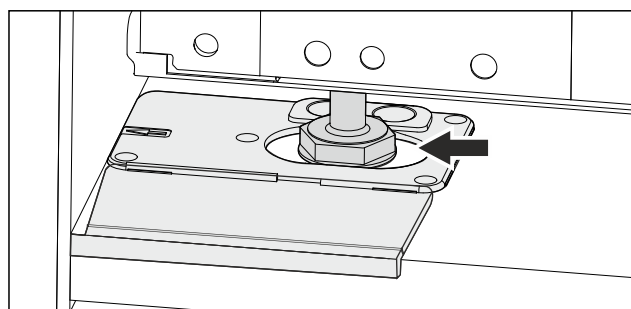

Fig. 50
- ▶ Poravnajte uređaj s pomoću podesivih nožica. Fig. 50 ()